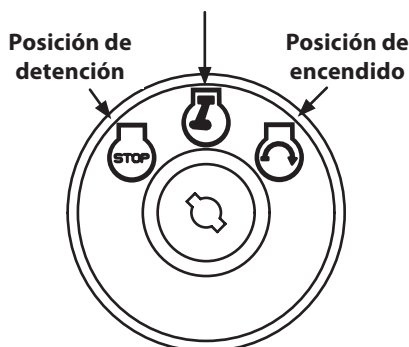

Figura 4
5. Gire la llave de encendido en sentido horario hasta la posición START y permitir motor gire hasta cinco segundos de cada ensayo loco hasta que empezar. Después de que arranque el motor, suelte la tecla. Se volverá a la posición RUN. Ver Figura 4.